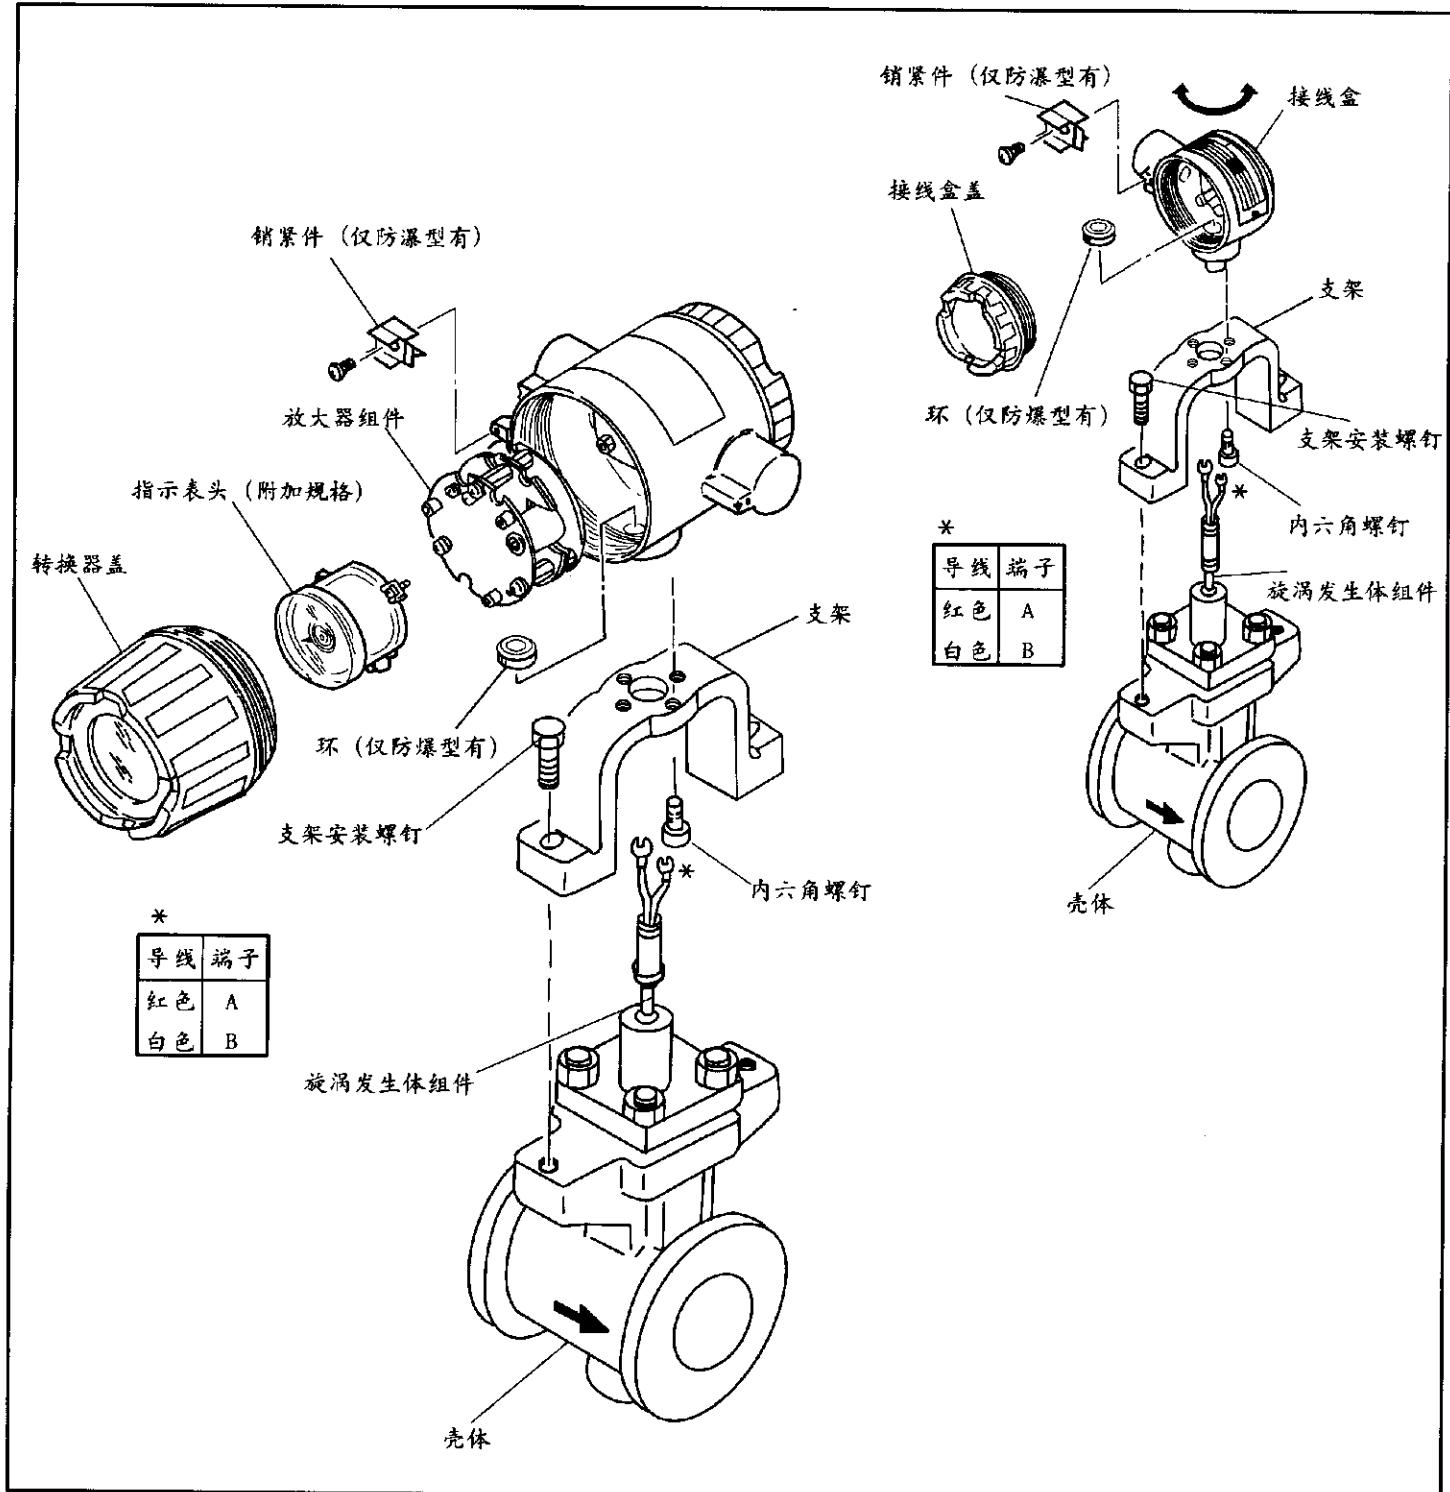

图5-5 旋涡流量计转换器和接线盒部分的方向改换
按照以下顺序，可以在相对于流体流动的四个方向上（每个方向间隔 90° ），改变转换器部分的方向（参看图5-5）。
(5) 把转换器转到所需方向，然后依照上述步骤逆顺序进行装配，再装配时，旋涡发生体和转换器（接线端子）的连接参看图5-5。